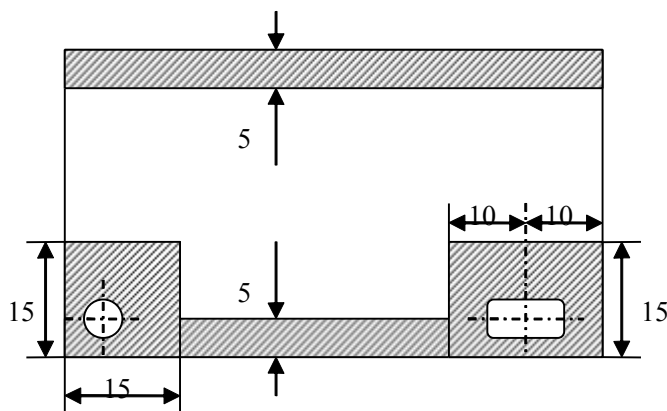

图 6
- 3.3.3 对于立插元件，其非电插区为图 6 所示画有剖线的区域。